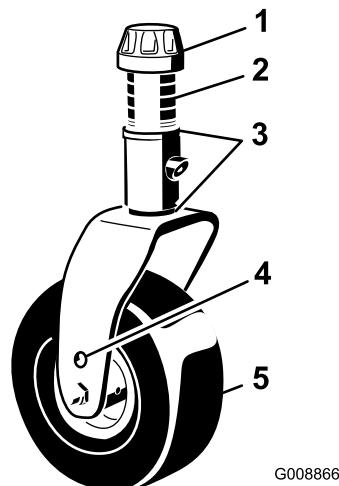

Figura 34
3. Ajuste los suplementos de 3 mm de las horquillas de las ruedas giratorias delanteras hasta que la altura de corte se corresponda con la marca de la pegatina (Figura 34); consulte Medición de la inclinación de la carccha de corte \(página 81\).